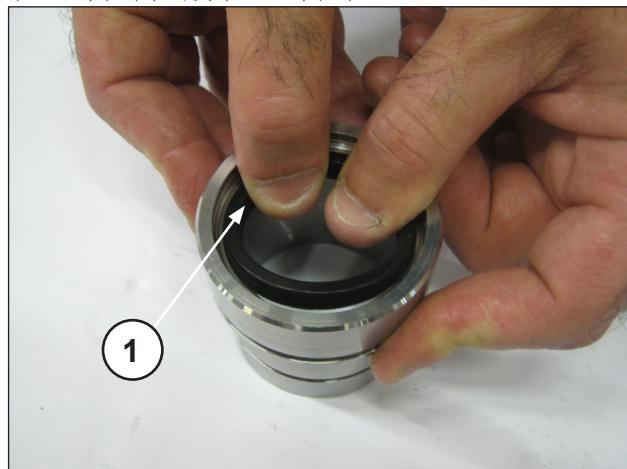

图29
将低压密封圈插入填料底座（①，图29），注意安装方向，密封唇应朝向前（朝向泵头）。然后插入密封环、止动环（①②，图30）和O形圈（①，图31）。